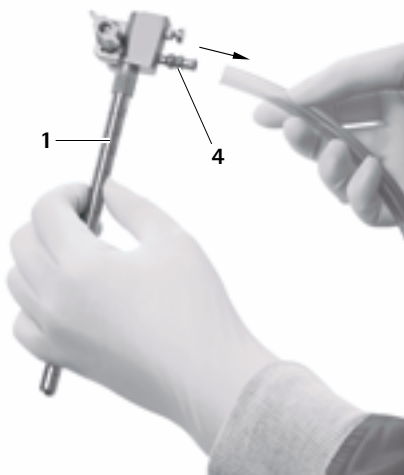

Fig. 12
- Rimuovere il tubo flessibile dall'attacco di irrigazione **4**, vedere Fig. 12.